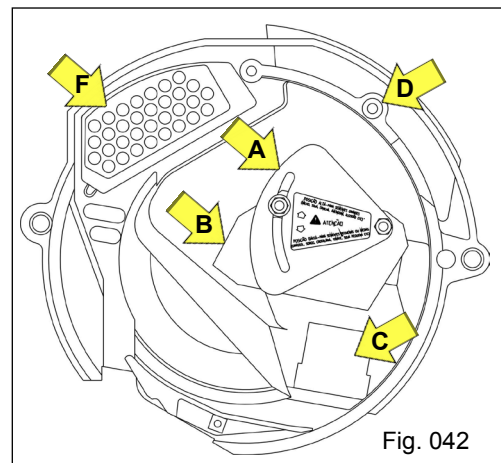

Fig. 042
- **Tampa** (Fig. 042): possui uma comporta "a" que controla a chegada e o nível das sementes assegurando um abastecimento constante do disco. Dependendo das sementes utilizadas, existem duas posições básicas de regulação da placa e tela de nível na comporta que deverão ser verificadas e usadas. Caso necessário, porém, posições intermediárias poderão ser usadas também.